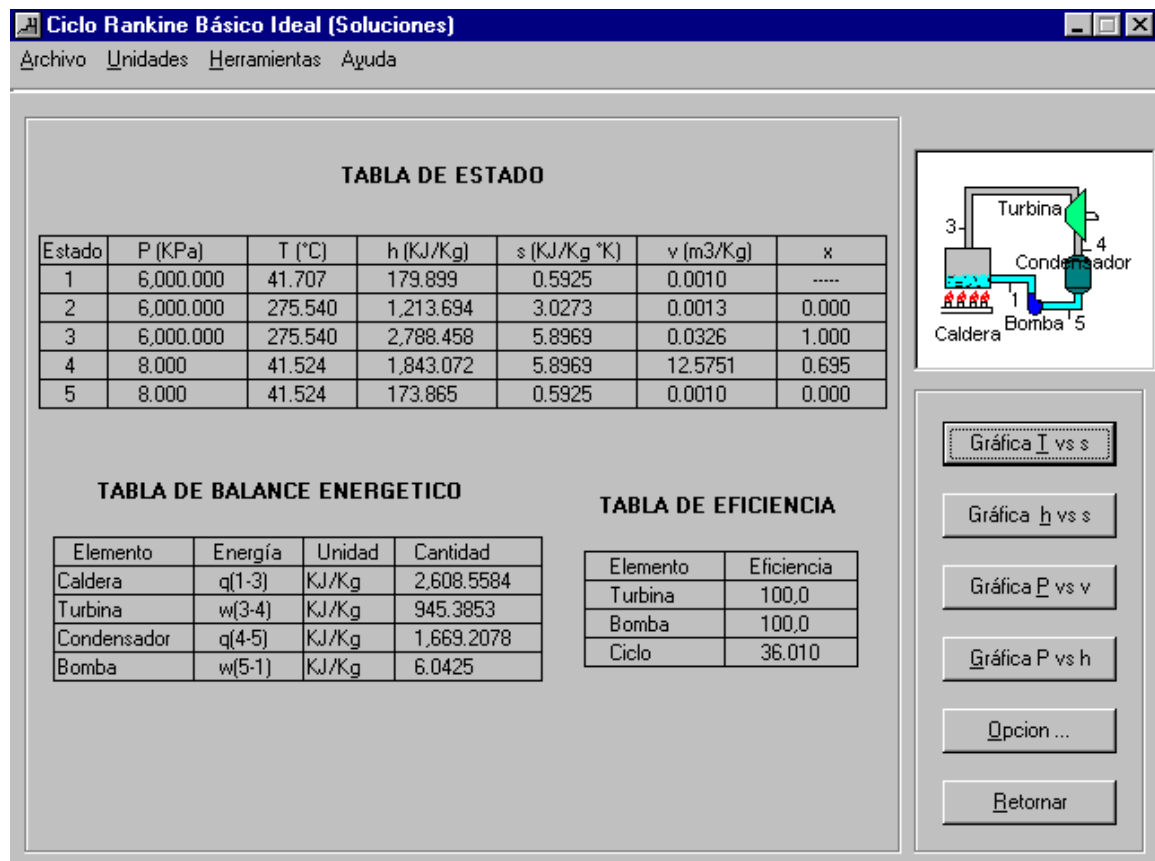

Figura 9. Soluciones.
- En la parte inferior de la gráfica se encuentran dos casillas de texto las cuales muestran las coordenadas del cursor del ratón sobre el área gráfica. En la Figura 9 las casillas muestran los valores de temperatura y entropía correspondiente a la ubicación del cursor.
1. Pulsar la tecla **Opción...** en la ventana de soluciones (Ver Figura 9). En su pantalla aparecerá una ventana denominada **Efecto de presión y la temperatura en el rendimiento del Ciclo Rankine**. En esta ventana le permitirá seleccionar cualquiera de las tres maneras de lograr el incremento de la eficiencia del ciclo.